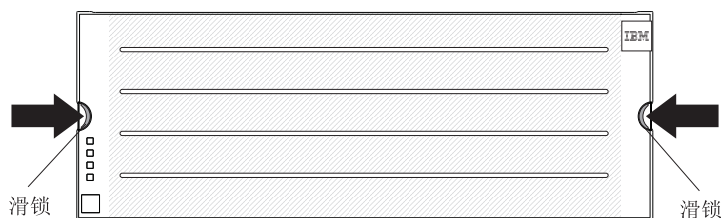

图 86. 卸下挡板
1. 在存储扩展机柜的前部，向里按压滑锁以卸下挡板（请参阅第 119 页的图 86）。
3. 将挡板放在存储扩展机柜的前部（请参阅图 86）。